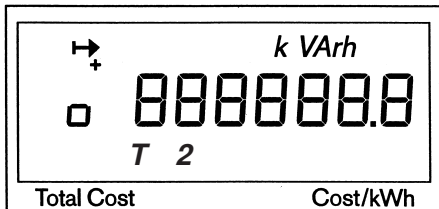

Fig. 5.1
| Fig. 5.1 | Energia reattiva continua T2 (kvarh) | Fig. 14.2 | Consumo di corrente istantaneo L1 (A) |